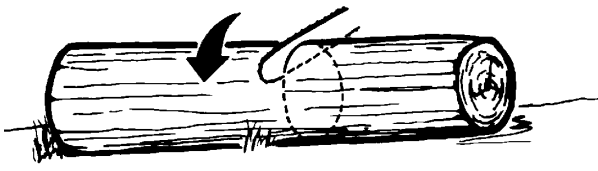

Fig. 13
1. Si le tronc est supporté sur toute sa longueur: Il peut être tronçonné à partir du dessus. Éviter de plonger le guide-chaîne dans la terre (Fig. 13).